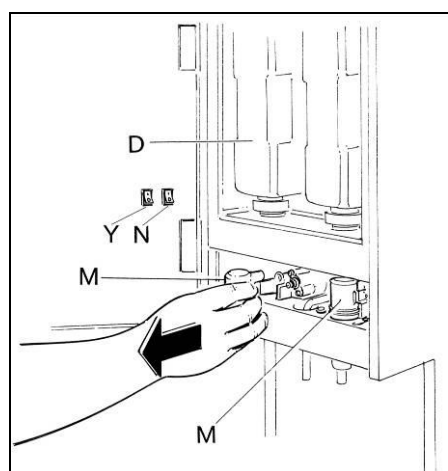

Fig. 5
- **R**imuovere la camera di miscelazione M tirandola verso di sé (Fig 5).
- **A**zionare il circuito dell'acqua (posizione I pulsante N fig. 5).